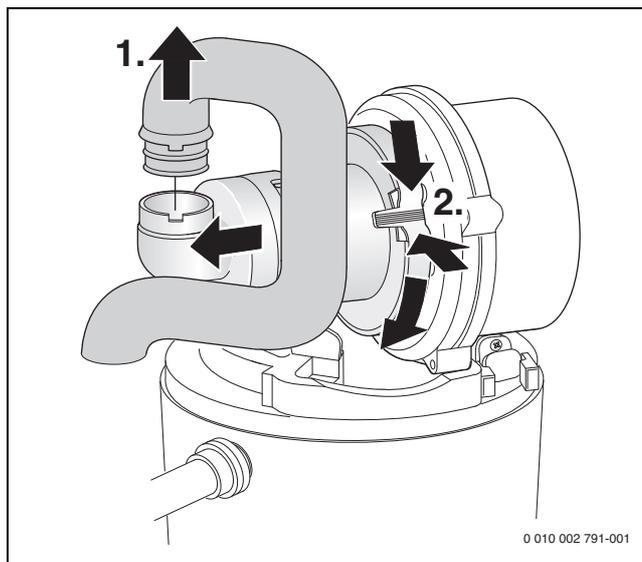

Fig. 53 Démontez le tube d'aspiration et le mélangeur
- ▶ Démontez le dispositif de mélange (→ fig. 53).